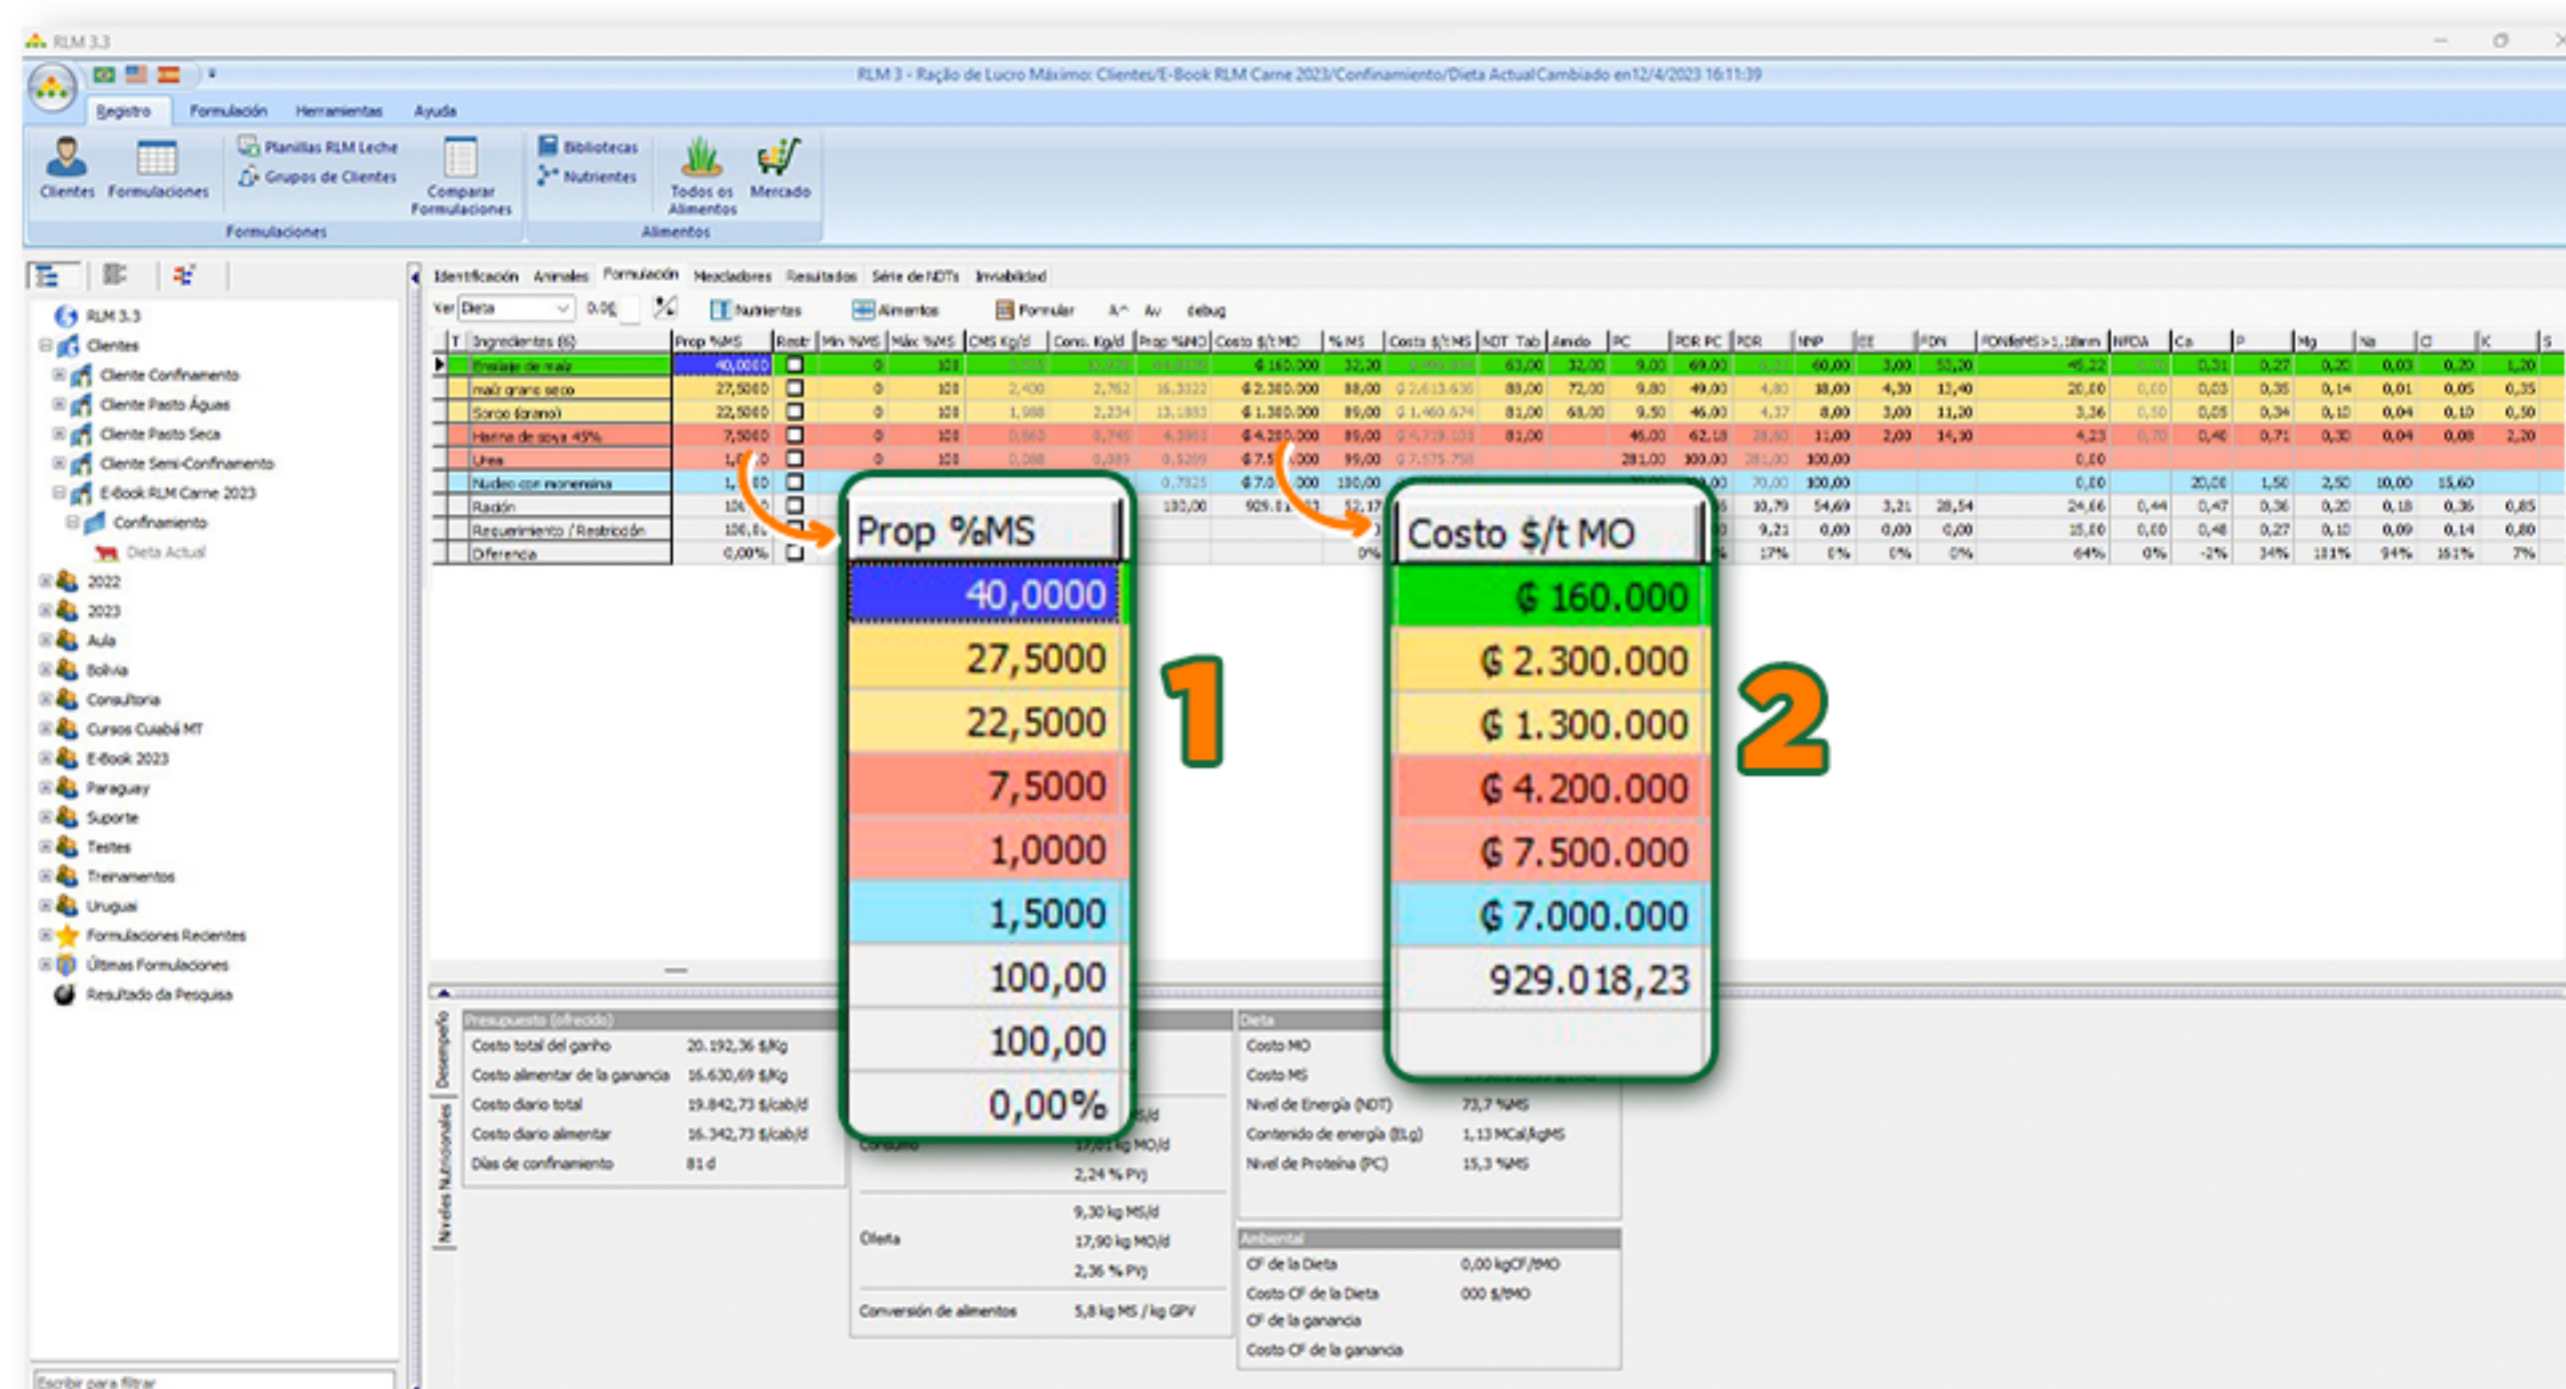

FIGURA 1.12 - PROPORCIÓN DE MATERIA SECA (%MS) Y COSTO DE LOS INGREDIENTES (G\$/T MO)
Para definir la composición de la dieta basta ingresar el porcentaje de cada alimento en base a materia seca en la columna "Prop % MS", a la derecha del nombre del alimento (1). Complete los porcentajes sugeridos en la Tabla 3 y actualice los precios (en $\text{C}\$/\text{t}$ de MO) directamente en la formulación (2), como se ilustra en la Figura 1.12.